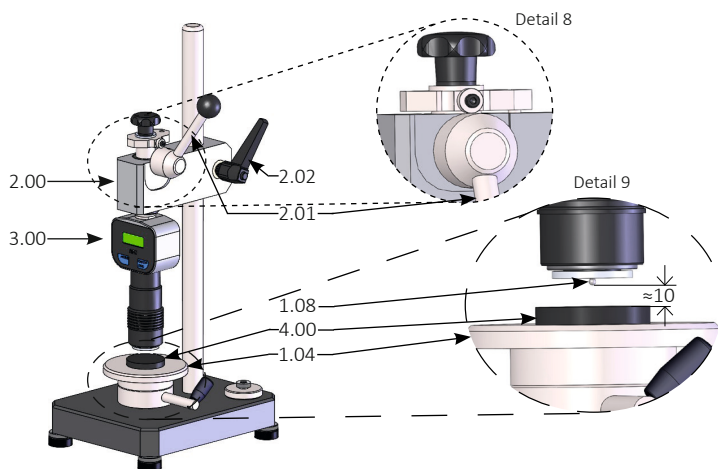

Fig. 8 Essai de dureté Shore 00, 000, 000 S
- › Déplacez le bras porte-pièce de sorte que le pénétrateur du duromètre (3.00) se trouve verticalement ≈ 10 mm au-dessus de l'échantillon à tester (voir Détail 9, Fig. 8).
- › Faites pivoter le levier de chargement (2.01) uniformément vers le bas jusqu'à ce que le poids ne repose plus sur le disque excentrique du levier de chargement (2.01) (voir Détail 8, Fig. 8).